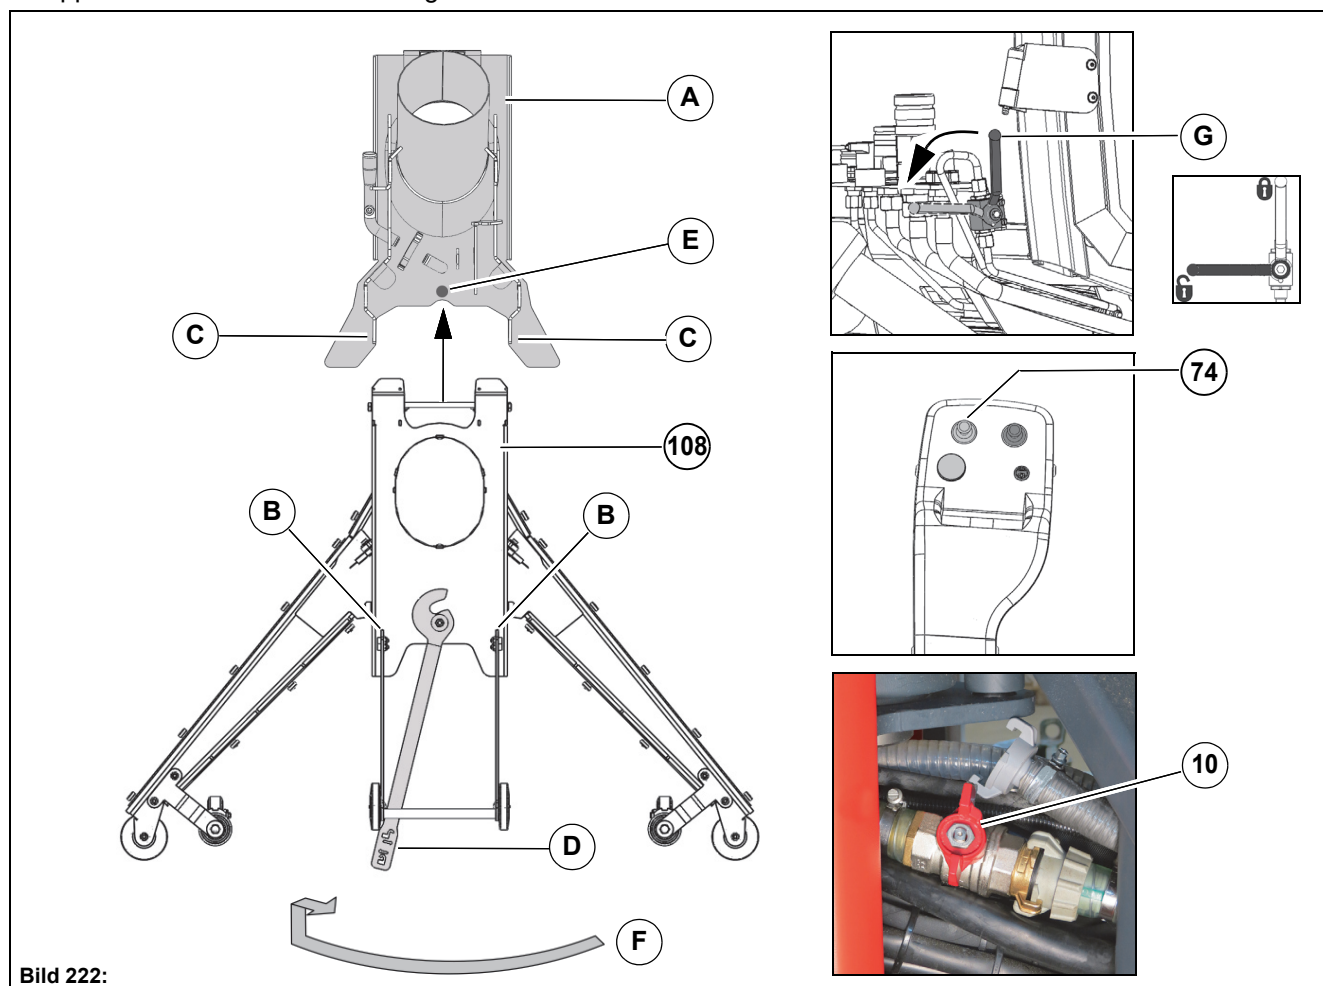

Bild 222:
3. Ta sugfoten **Bild 222-108** från rullvagnen för hand och placera den centrerat under fästplattan **Bild 222-A**.
4. Öppna kulkranen **Bild 222-G**. Tryck joysticken **Bild 222-74** framåt. När kulkranen är öppen sänks fästplattan ner på sugfoten.
5. Skjut in sugfoten centrerat under fästplattan tills anslagen **Bild 222-B** ligger på punkterna **Bild 222-C**.
6. Använd spaken **Bild 222-D** för att låsa sugfoten på fästplattans motlager **Bild 222-E** och säkra den, se skiss **Bild 222-F**.